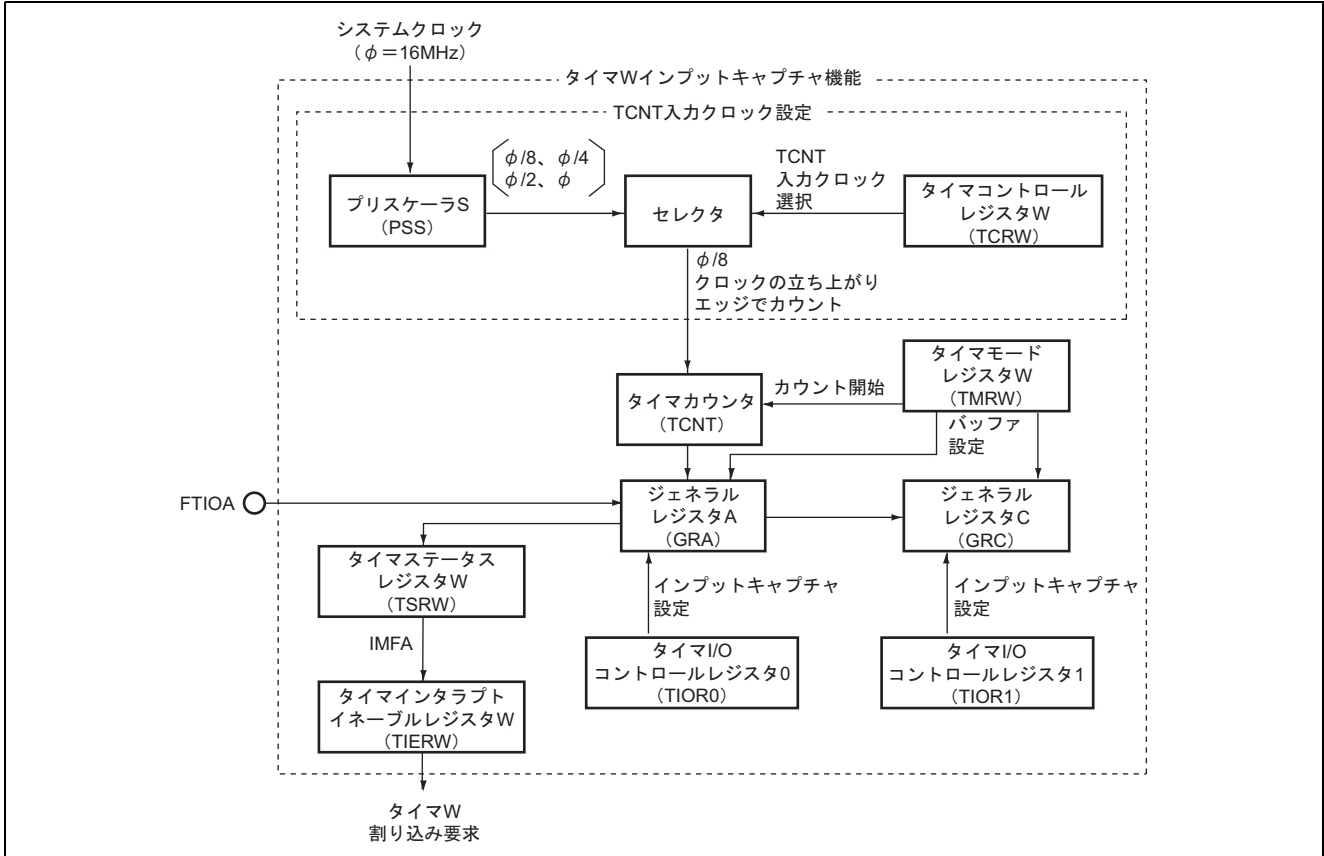

図 2.1 タイマW のブロック図
1. 本タスク例では、タイマ W インพุットキャプチャ機能のバッファ動作を使用して、インพุットキャプチャ入力端子 A (FTIOA) に入力されたパルスの High 幅と Low 幅を測定します。インพุットキャプチャ機能のブロック図を図 2.1 に示します。以下にタイマ W インพุットキャプチャ機能のブロック図について説明します。